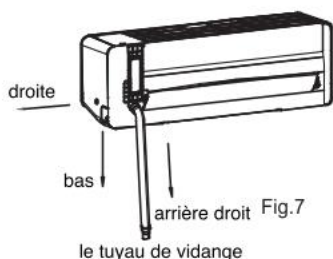

Fig.7
1. Connexion du tube arrière droit (similaire au tube inférieur droit) (en option, reportez-vous à la figure 7)
Note Le tableau de gauche est disponible pour la position du tuyau de vidange (reportez-vous à la Fig.7).